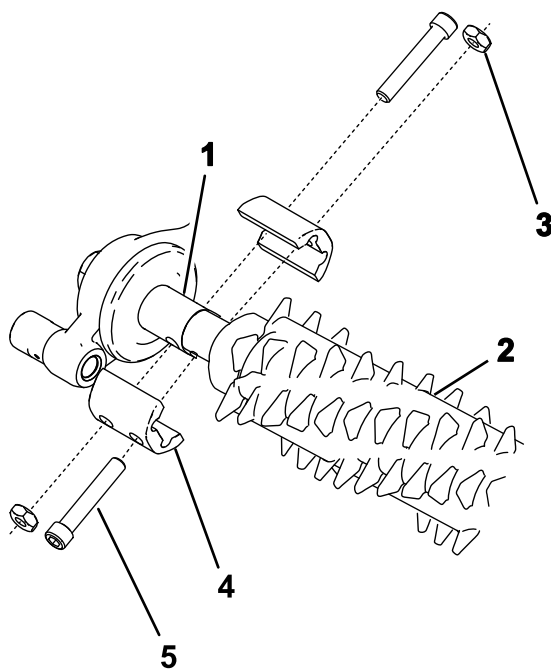

Figure 17
2. Alignez le groomer et les arbres courts du boîtier d'entraînement et de l'ensemble tendeur (Figure 17).
3. Fixez le groomer sur la machine comme montré à la Figure 17 et serrez les boulons à la main.